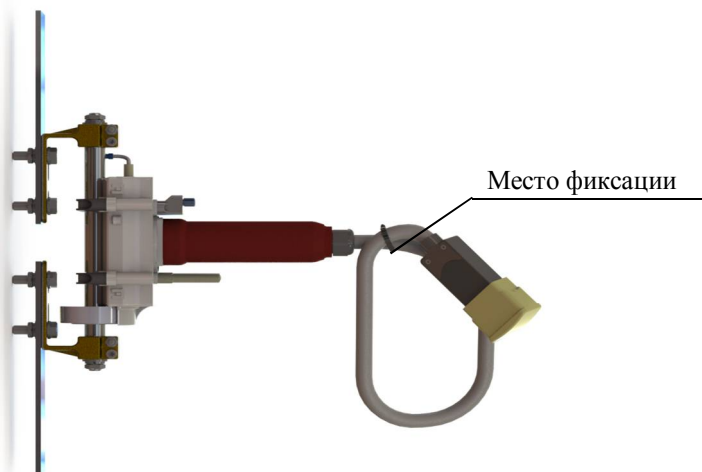

Рисунок 1 – Пример фиксации блока защитного
4.2 Перед проведением испытания изоляции РП напряжением 42 кВ необходимо отсоединить блок защитный ДИЭ от шины 'В' и надеть кожух изоляционный на блок защитный. Далее, соединительный кабель следует свернуть в кольцо и закрепить пластиковым хомутом свободный конец кабеля с защитным блоком у высоковольтного узла ДИЭ (Рисунок 1).